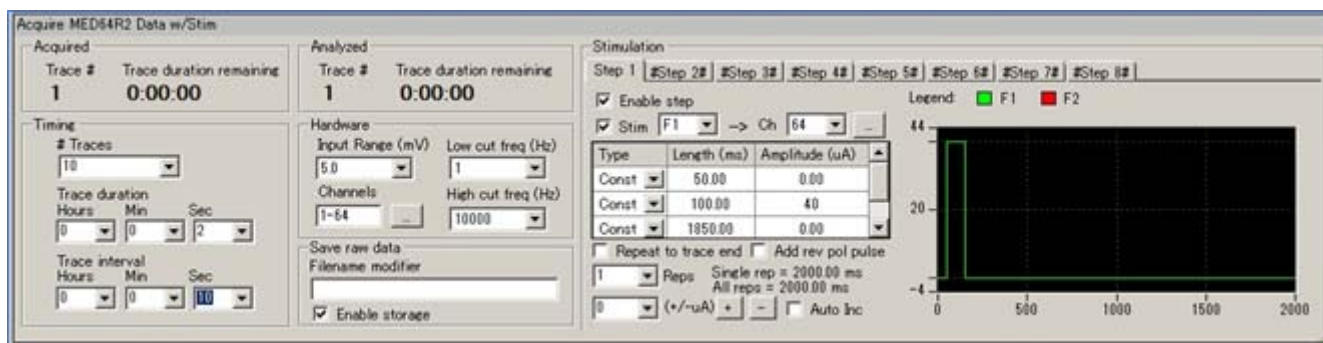

図 5. データ収録用光刺激パターンの設定例。10 秒ごとに 2 秒間 10 トレース記録。トレース開始 50 ms 後に 100 ms 間光刺激入力電圧 1.6 V で点灯。
- 5) 実験目的に合わせて Mobius の刺激出力パターンを設定します。Mobius の刺激出力パターンとして設定したパルス幅が光刺激の時間幅で、電流値が光刺激強度に対応します (図 5 参照)。